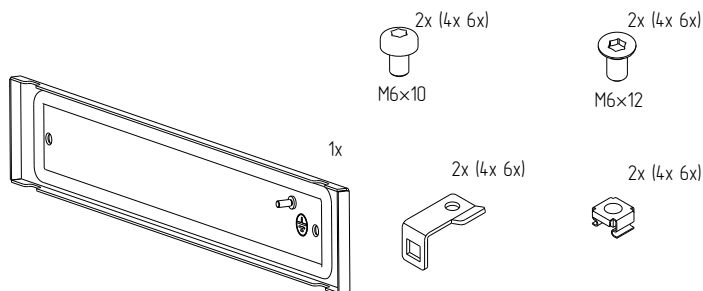

Рисунок 36
4.13.2 Проверить комплектность (рисунок 36).